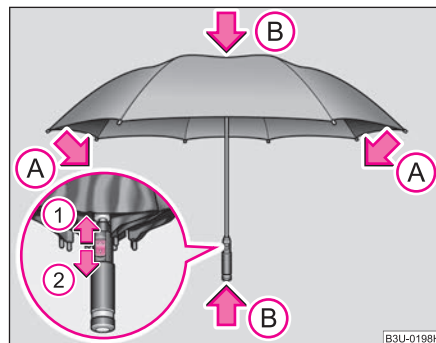

Fig. 102 Desplegar y plegar el paraguas
- Pulse el botón en el sentido de la flecha ① ⇒ fig. 102.